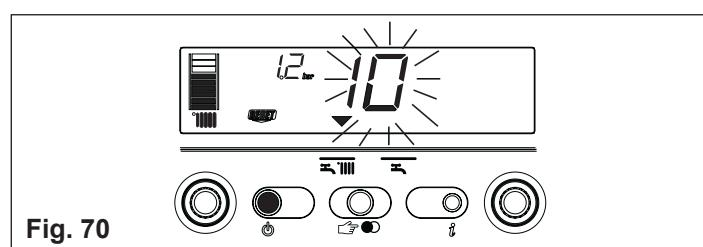

Fig. 70
2) Visualização só do ícone (fig. 70)